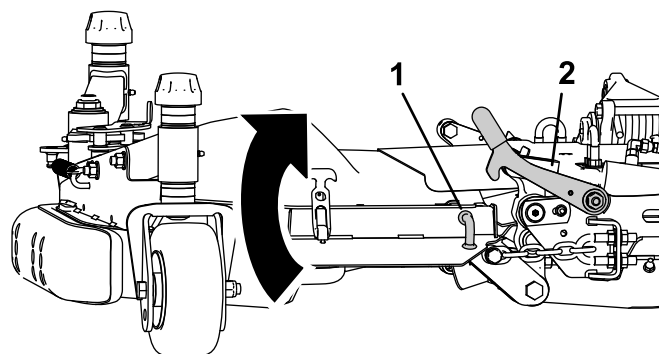

Figura 8
1. Sollevate il piatto laterale e fissate il perno di bloccaggio sulla leva di bloccaggio (Figura 8).